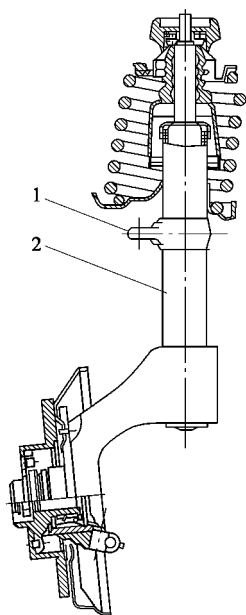

图 6-1 前桥转向臂的位置
(1) 转向减振器 缸筒一端固定在转向器壳体上,活塞一端则与转向支架连接,防松螺母的拧紧扭矩为 $35 \text{ N} \cdot \text{m}$ 。转向减振器实际上是一个液压阻尼装置,通过活塞杆和活塞在缸筒内的往复运动,驱使油液在活塞的节流阀左、右流动而产生阻尼,吸收由道路崎岖而产生的作用力,减轻转向盘的振动,避免转向盘“打手”。
(2) 转向横拉杆分为左、右两根,其内端均为有孔的接头,与横拉杆压接成整体,不能调节。孔内压配有橡胶——金属缓冲杯。横拉杆外侧均有一个带球销的可调接头,球头销与转向臂相连,均用防松螺母以 $30 \text{ N} \cdot \text{m}$ 的扭矩拧紧。球头销的球碗用两种不同的摩擦材料制成,即聚甲醛树脂和聚氨酯。球碗由弹簧顶紧球头以消除间隙。
(3) 前桥转向臂 焊在前桥架悬架支柱上,如图 6-1 所示。